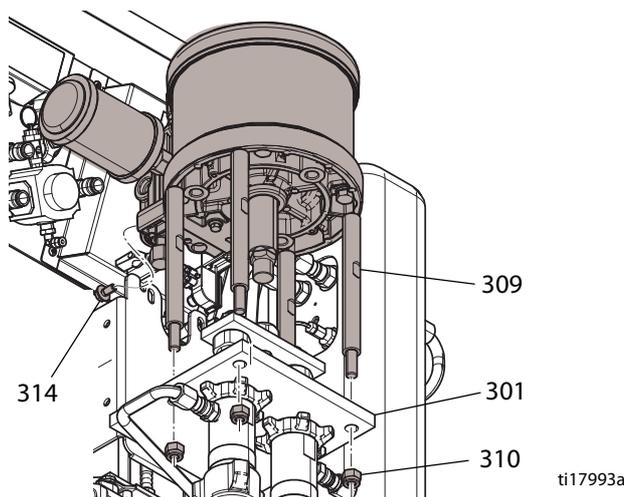

Рис. 2
- Установите соединительные тяги на плиту (301). Винты (314) должны входить в пазы кронштейна (311). Установите винты (314). См. Рис. 2.
- Затяните гайку (313) с моментом 43–51 Н•м (32–38 футофунтов).
- Равномерно и постепенно затяните четыре гайки соединительных тяг (310) с усилием 27–32 футо-фунта (37–43 Н•м). См. Рис. 2.